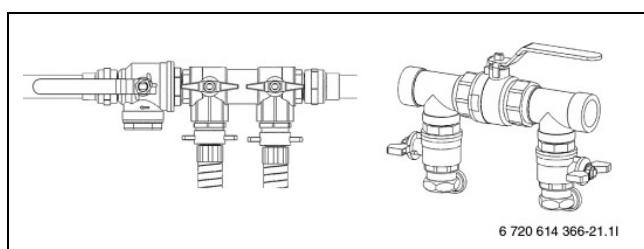

Fig. 25 Vulinrichtingen in normale positie
- ▶ Ventielen van de vulinrichting in de normale positie zetten (→ Fig. 25) en de pomp van het vulstation uitschakelen.